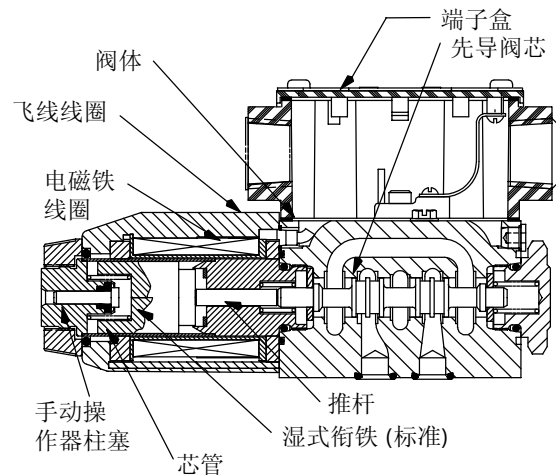

图 13. 典型的 DG4V-3(S)-C-FW-60 型
D. 手动操作器：每一个电磁铁均有一个手动操作器柱塞使先导阀芯换向。这一特征使得电气失灵时，技术人员仍然可以使先导阀芯换向。参考图 13。用一个小杆推动柱塞完成手动操作。